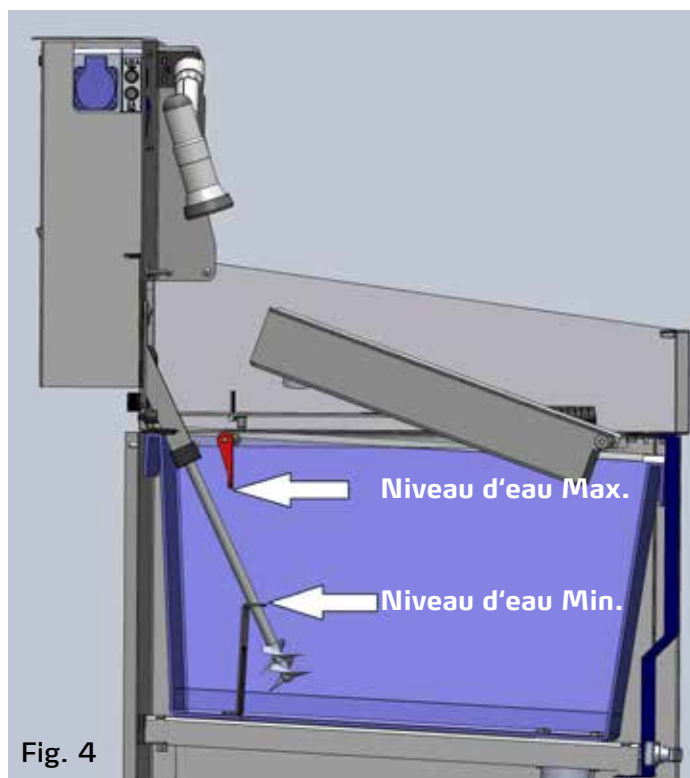

Fig. 4
- Nettoyage des rouleaux dans le bac de pré-lavage de rouleaux (fourniture avec le kit ColorFree top) (9) fig. 4
Avant que l'eau de lavage ne puisse être épurée par la suite du processus, un niveau d'eau minimum doit être atteint (niveau d'eau Min.), fig. 4.
Se reporter à la figure 4. Le bac est accroché par les crochets de fixation (9) en l'inclinant légèrement d'environ 20° aux tourillons de réception.